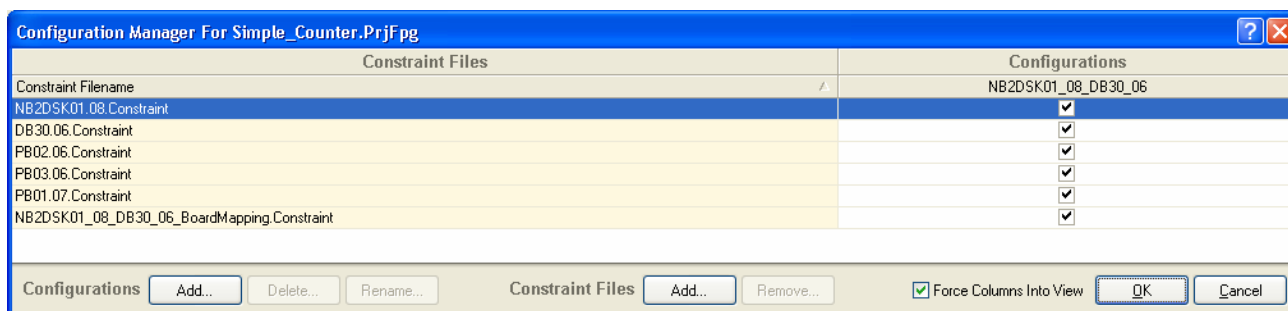

図 14 コンフィギュレーションと制約条件ファイルの構成 (Simple_Counter プロジェクト)
4. コンフィギュレーションと制約条件ファイルの割り当てが、*Configuration Manager* ダイアログにリスト表示されます (図 14)。